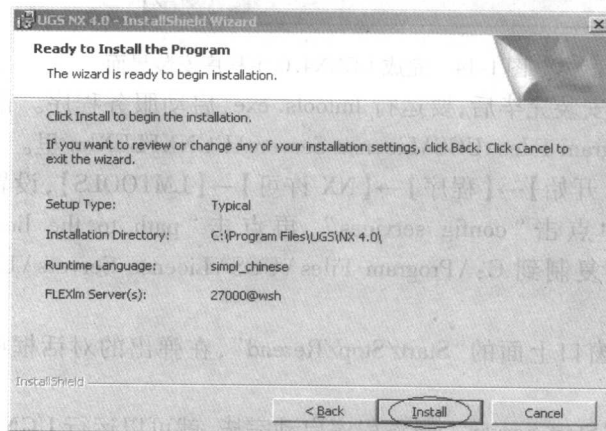

图 1-12 准备安装程序界面
(14) 选择“中文(简体)”选项,然后再单击【下一步】按钮,出现准备安装程序界面,如图 1-12 所示。